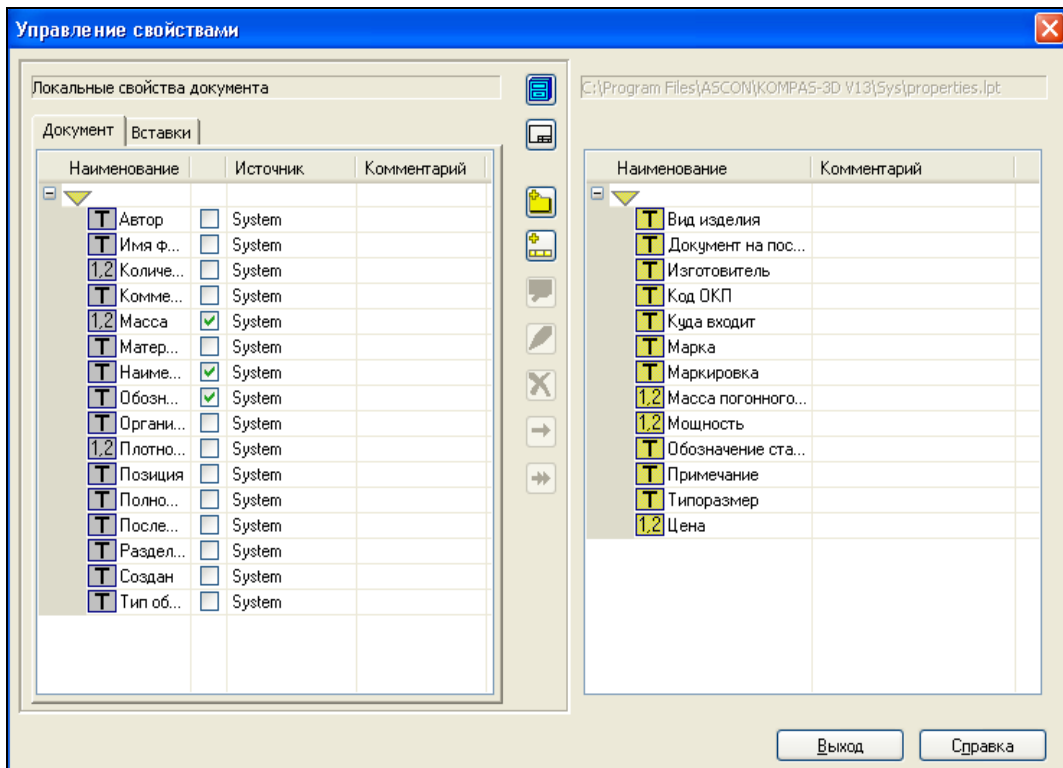

Рис. 9.5. Диалоговое окно **Управление свойствами**
- ♦ для редактирования свойств нажмите кнопку **Управление свойствами**  в верхней части таблицы. Система выведет диалоговое окно **Управление свойствами** (рис. 9.5).